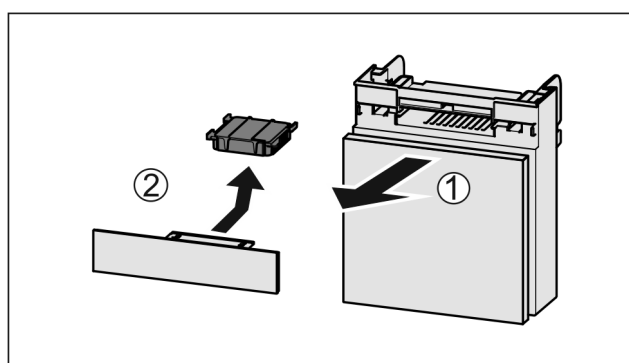

Fig. 152
- ▶ Вытянуть Fig. 152 (1) отделение движением вперед.
- ▶ Извлечение Fig. 152 (2) фильтра с активированным углем.